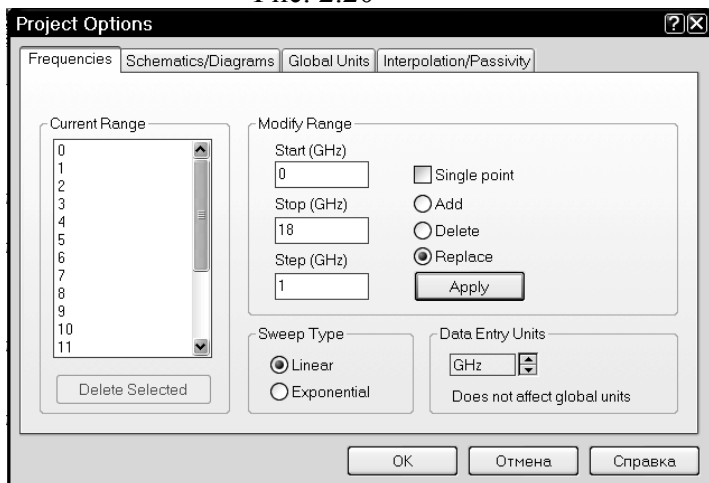

Рис. 2.21
- Дважды щёлкните по **Project Options** в левом окне проекта. В открывшемся окне свойств проекта отметьте **Replace** (Заменить), в поле **Start(GHz)** введите **0**, в поле **Stop(GHz)** введите **18**, в поле **Step(GHz)** введите **1**, нажмите **Apply** и **OK** (рис. 2.21).